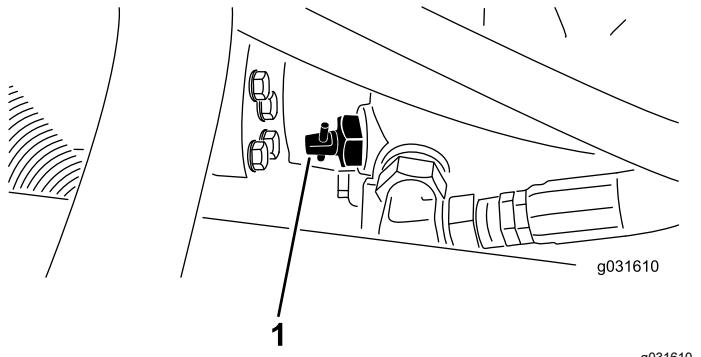

Figura 29
1. Girate la valvola di bypass, sulla pompa a 90° (Figura 29).